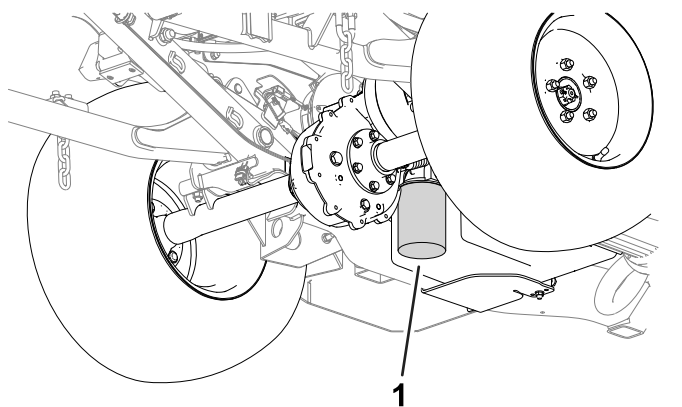

Bild 62
1. Reinigen Sie den Anbaubereich des Hydraulikfilters (in Bild 62 dargestellt).